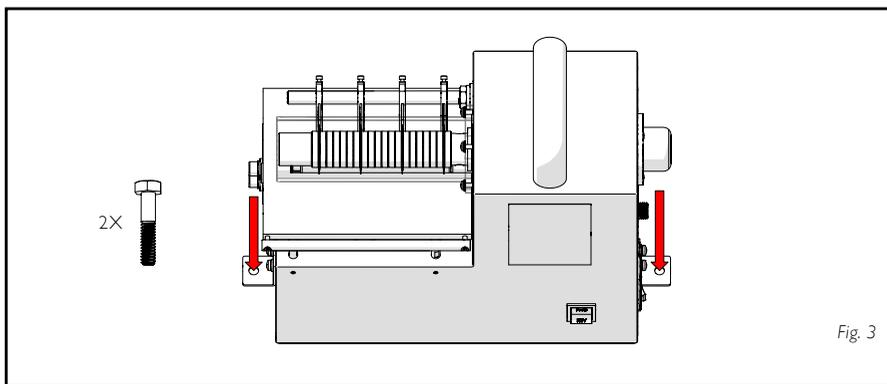

Fig. 3
- Установите машину на верстак (крепления в комплект не входят). Мы рекомендуем использовать болты ¼ дюйма или 6 мм, соответствующие шайбы и гайки, чтобы закрепить машину на месте. Рис. 3